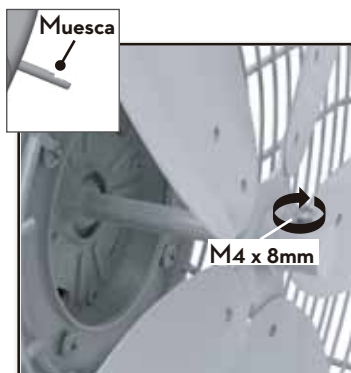

Figura 10
5. Apriete el tornillo en el conjunto de aspas para asegurarlo al motor. Asegúrese de que el extremo del tornillo está colocado dentro de la muesca del eje. Figura 10.